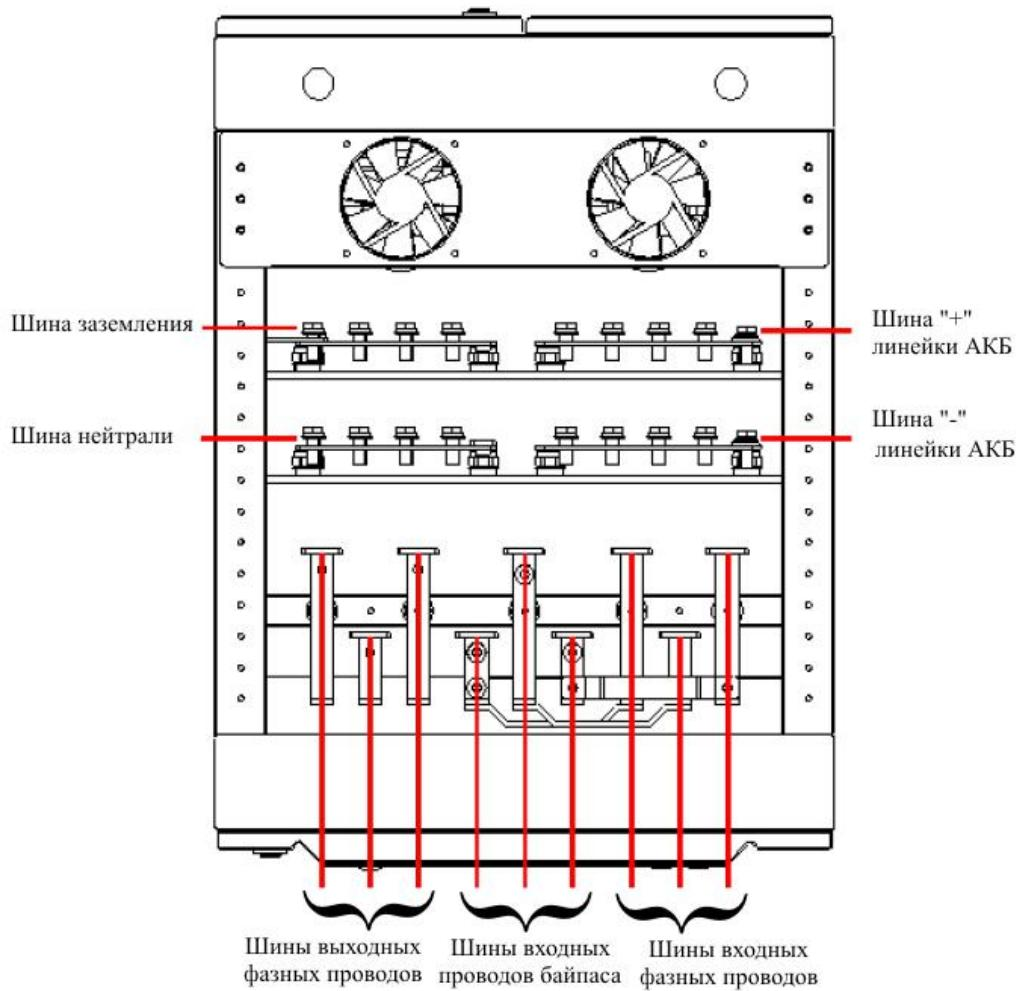

Рис. 4-16 Схема расположения шин и клемм
**Шаг 3:** Распределить подключаемые провода в технологических отверстиях верхней панели соответствии с рис. 4-16.
Пропустить силовые провода в технологические отверстия верхней крышки. Подсоединить провода к соответствующим клеммам ИБП в соответствии с рис.4-16, обеспечить плотное и надежное соединение всех клемм и наконечников.